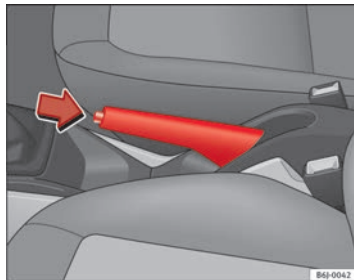

Abb. 110 Handbremse zwischen den Vordersitzen
⇒ Abb. 110.
- Ziehen Sie den Hebel etwas nach oben, drücken Sie die Entriegelungstaste in Pfeilrichtung ⇒ Abb. 110 und führen Sie den Handbremshebel ganz nach unten ⇒ ⚠.